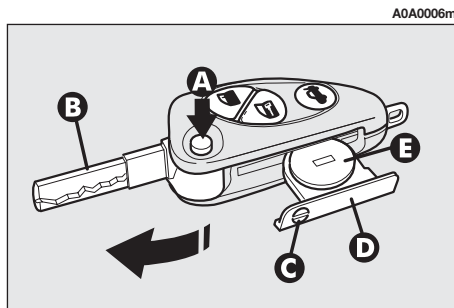

fig. 5
- premere il pulsante (**A**-fig. 5) e portare l'inserito metallico (**B**) in posizione di apertura;